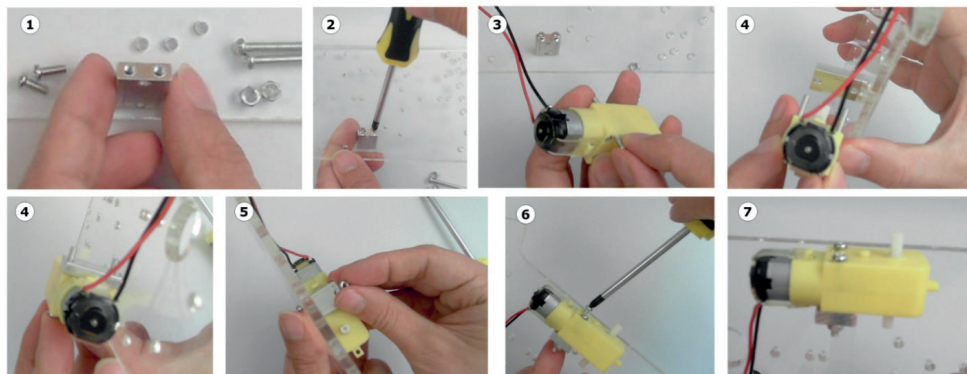

Рис. 6.24. Металлическая опора двигателя
Пропустите этот раздел, если вы уже прикрепили двигатель к шасси с помощью пластиковых опор. Крепление с помощью металлических опор немного отличается. Процесс крепления представлен на рис. 6.24.
5. Они должны пройти сквозь опору, как показано на рис. 6.24.